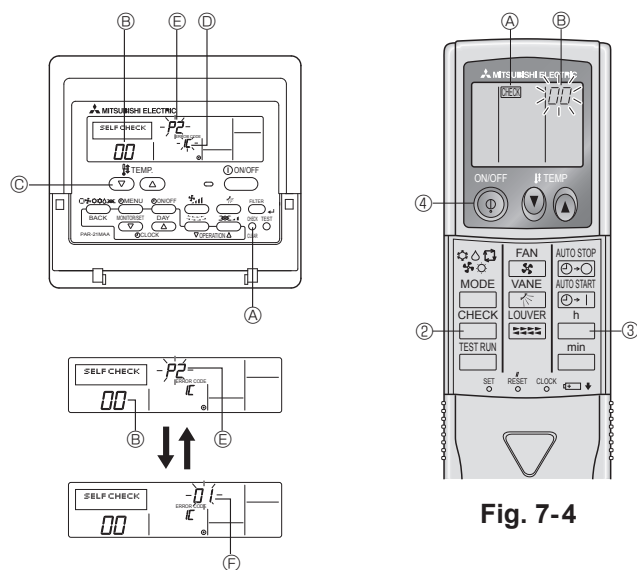

Fig. 7-3
7.3.1. Para controlo remoto com fio (Fig. 7-3)